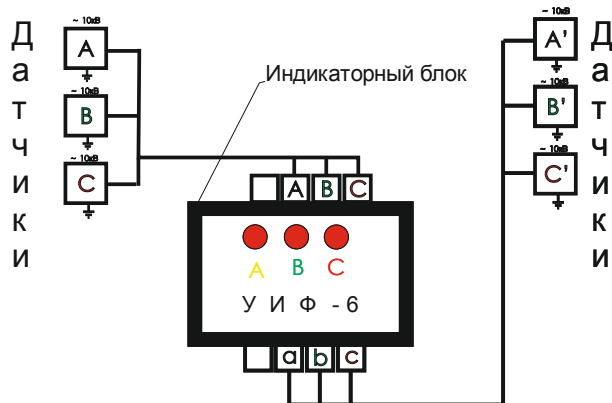

Рис. 3 Схема подключения индикаторного блока.
- 6.2. Присоединение датчиков к индикаторному блоку должно производиться после их окончательной установки, монтажным изолированным проводом сечением не менее 0,5 мм2 в соответствии со схемой, приведенной на рис. 3.